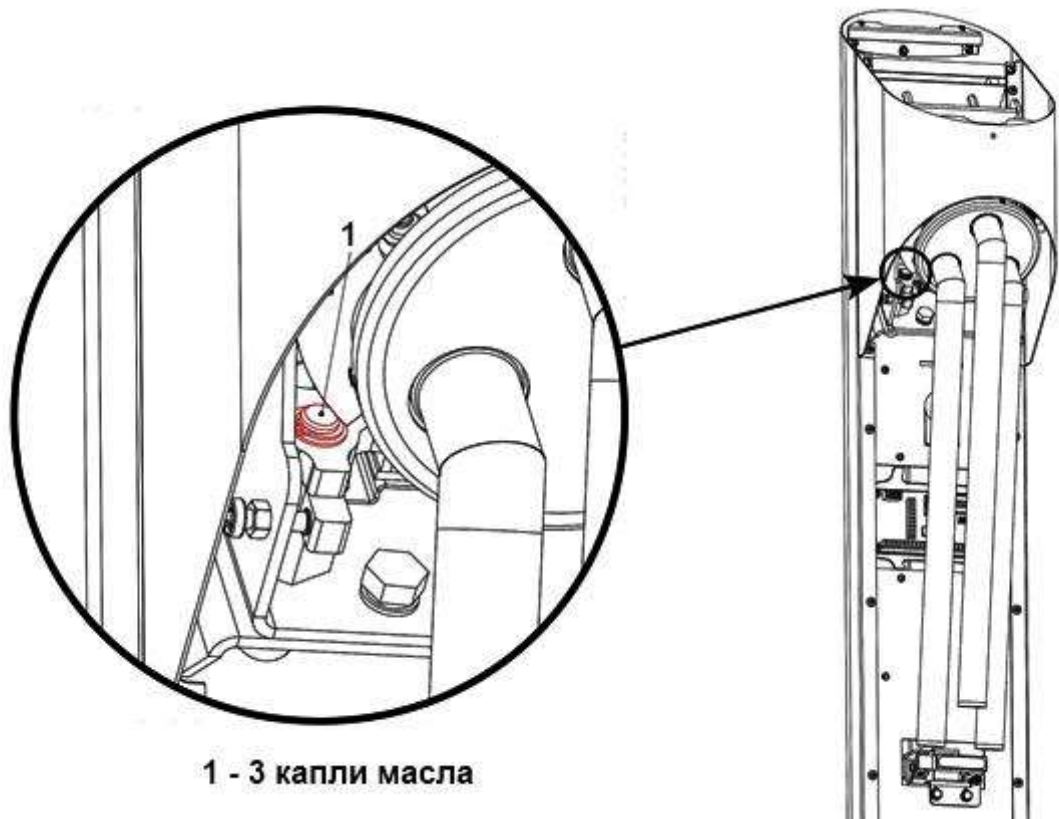

Рисунок 22 – Ось вращения стопора (центральная стойка турникета)
3.7.1 Рисунок 22 – смазать ось вращения блока стопора.